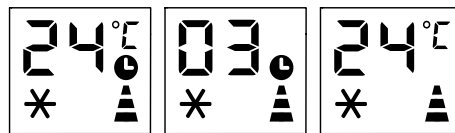

Fig. 5
- Quando o aparelho estiver em funcionamento, prima o botão , o ecrã ira exibir as horas e vários símbolos irão piscar em simultâneo. (fig. 5)